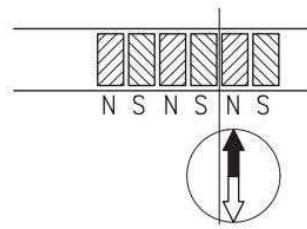

图 8：极位的确定，切割磁条
- 如果有必要，使用罗盘针确定磁条上磁极的位置（见图 8）。